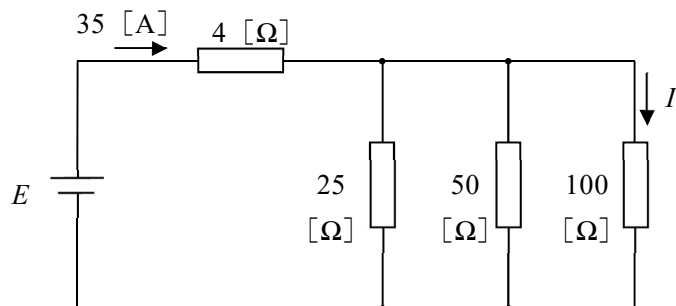

図 1－2
- (2) 図 1－2 に示す電気回路において $100\text{ }[\Omega]$ に流れる電流 I は(③) $[\text{A}]$ である。